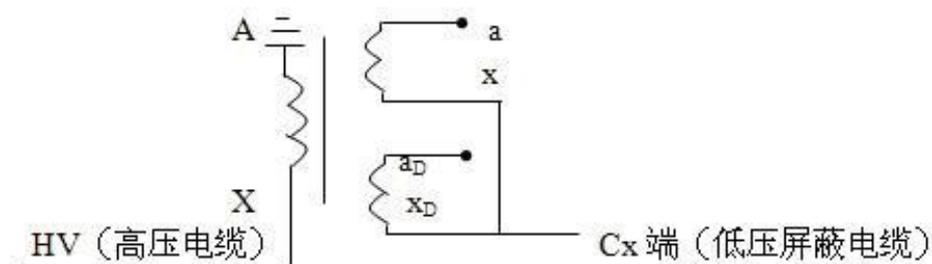

图 9 末端加压法接线
(3) 末端加压法（正接线方式）见图 9 所示，此方法受 X 点耐压限制，只能施加 2.5~3kV 电压，同样，电容值误差较大。